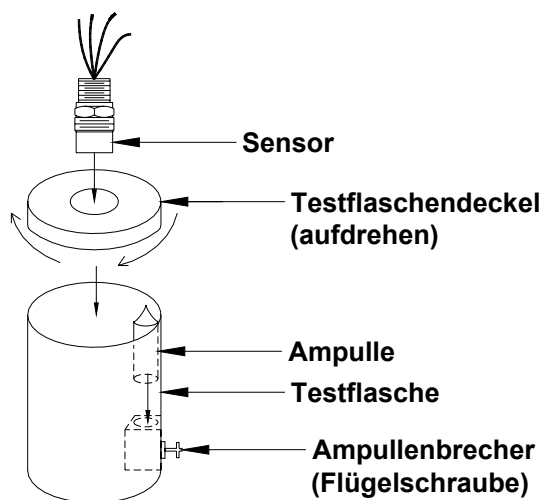

Abbildung 16 – Testflaschenfunktion
- Geben Sie eine H2S-Ampulle (50 % des Höchstwertes empfohlen) in eine Testflasche; setzen Sie die Testflasche erst auf den Sensor (Abbildung 16), wenn auf dem Display die Anzeige AC blinkt.